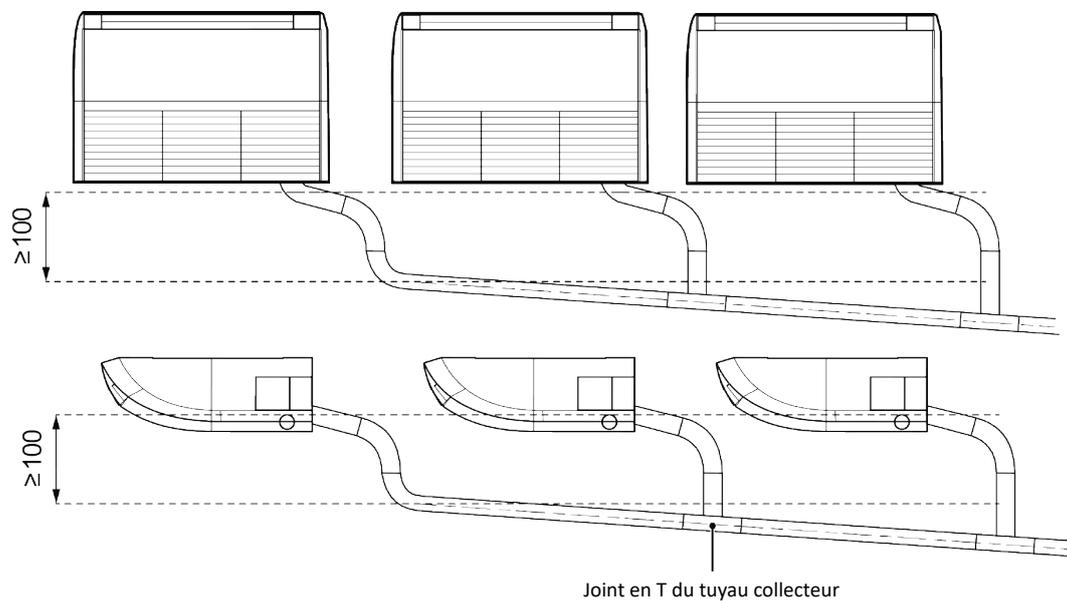

Fig.4.3.2.1
- 6 Utilisez un diamètre approprié pour le tuyau d'évacuation collecteur en fonction de la capacité de fonctionnement de l'unité, comme indiqué sur la Fig.4.3.2.1.